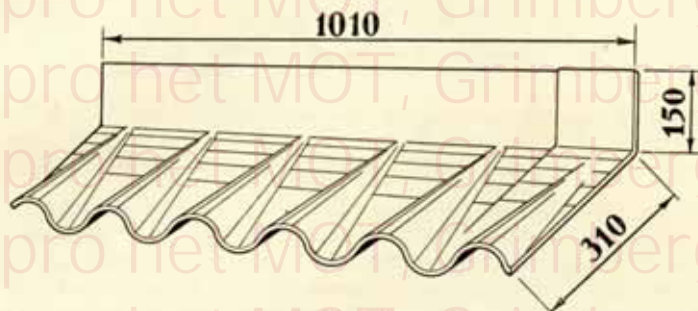

Fig. 34.
**Pour plaques ondulées n° 7 (fig. 34) :**